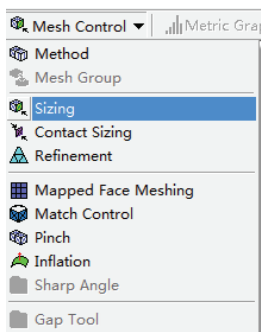
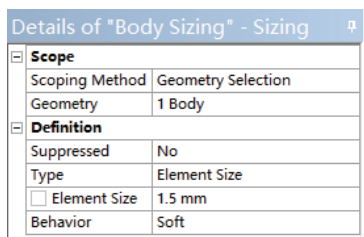

图 7-50 添加划分尺寸
图 7-51 设置划分尺寸
2) 在 Mesh 上单击, 在工具栏中选择 Mesh Control>Sizing, 如图 7-50 所示。然后选择待划分的体, 在细节窗口 Geometry 中单击 Apply 按钮, 在 Element Size 后设置单元尺寸为 1.5mm, 如图 7-51 所示。